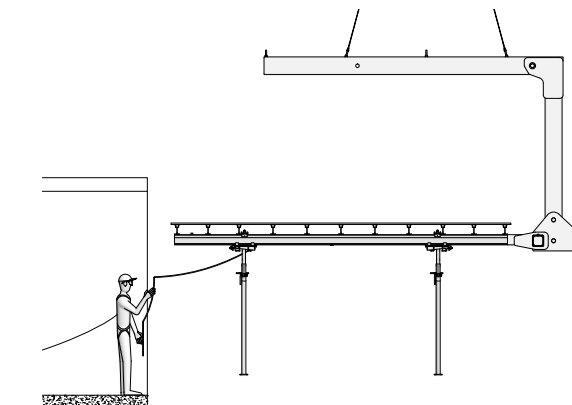
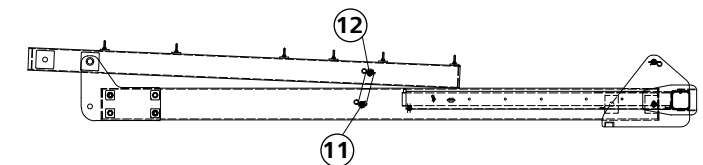

Abb. 2
Abb. 3 Lieferzustand
- (A) Fixer Anschlagpunkt
- (A) und (B) Horizontale Lage der Gabeln (ohne zusätzliche Last)
- (B), (C), (D), (E) oder (F) Auswahl des Anschlagpunktes entsprechend dem Schwerpunkt des Gesamtsystems (Abb. 3).
Die Versetztraverse 600/540 ist ein Hebezeug für Deckentische aller Art. Damit können Sie Tische bis 15 kN umsetzen. Die Verstellbereiche der Gabeln liegen stufenlos in der Breite zwischen 1,20 m und 2,10 m, in der Länge von 3,00 m bis 5,25 m. Die Versetztraverse 600/540 dient zum Umsetzen von Deckentischen, in der Größe 250/400 und 250/500. Sie ist insbesondere für das Entfernen von Deckentischen aus z.B. Geschossen vorgesehen, bei denen die Verwendung des Vierstranggehänges nicht möglich ist. Dabei wird sie am Kran angeschlagen und benötigt keine Zubehörteile (Abb. 2 und Abb. 3).